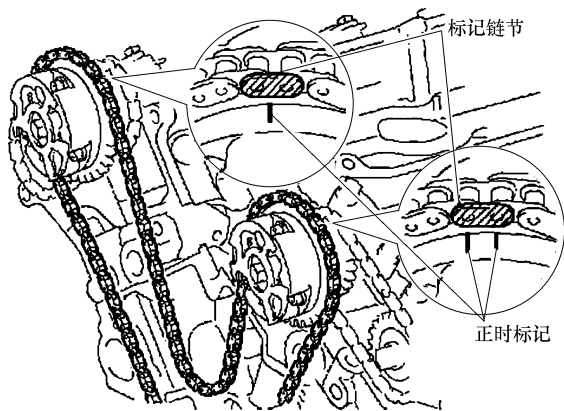
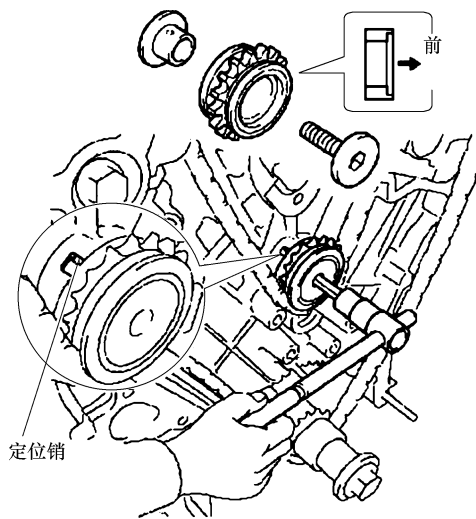
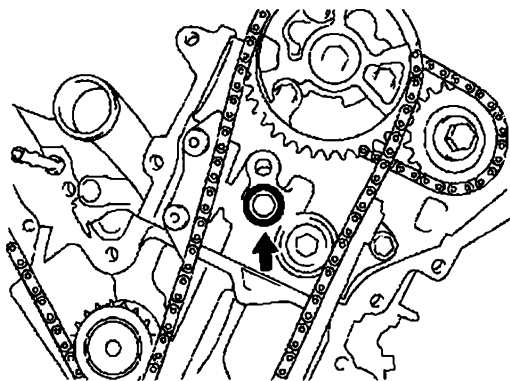

图 22-28 橙色的正时链节与凸轮轴齿轮上的正时标记对齐
图 22-29 定位销与气缸体上的定位销槽对齐
图 22-30 安装 O 形密封圈
④ 按照图22-28所示，把橙色的正时链节与凸轮轴齿轮上的正时标记对齐。
① 在1号惰轮齿轮轴承的转动面涂抹一层发动机机油。
② 安装1号和2号惰轮齿轮轴承，使1号惰轮齿轮轴承上的定位销与气缸体上的定位销槽对齐，如图22-29所示。
③ 用10mm的六角扳手，把2号惰轮齿轮轴承紧固到60N·m。
④ 从正时链条张紧器上把插入的直杆拆下。
- ① 把旧的密封材料清除干净。
- ② 按照图 22-30 所示, 把新的 O 形密封圈安装到气缸列 2 的气缸盖上。